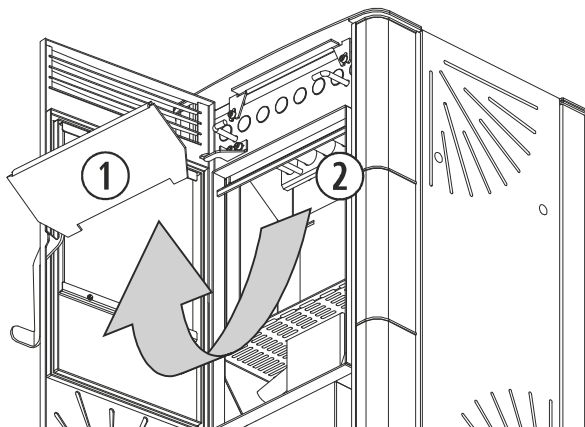
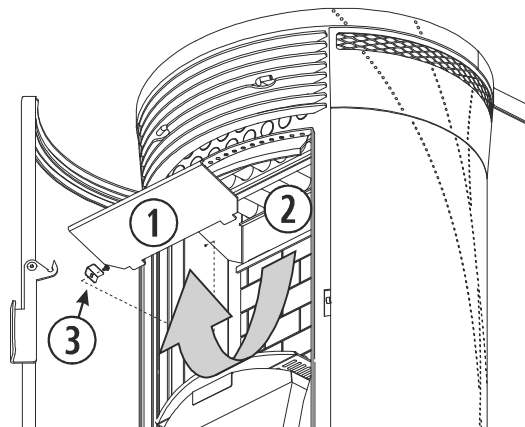

Figura 12
Figura 13
Nos modelos Venus (*figura 12*) e Atenas (*figura 13*), devemos realizar uma ação de limpeza a maiores sobre o permutador de calor (②), esta ação terá uma frequência semanal. Para ter um melhor acesso ao permutador e poder limpá-lo de forma exaustiva, no modelo Venus devemos empurrar para cima a placa superior da grade (①), até desencaixar as patilhas que a fixam à placa central e puxá-la. Ao finalizar, colocamos de novo a placa superior, assegurando-nos de que as patilhas ficam corretamente encaixadas. No modelo Atenas, a placa superior (①) está ainda fixada com uma chapa e um parafuso (③) a cada lado, que devemos retirar, e repetir os passos descritos para a Venus.